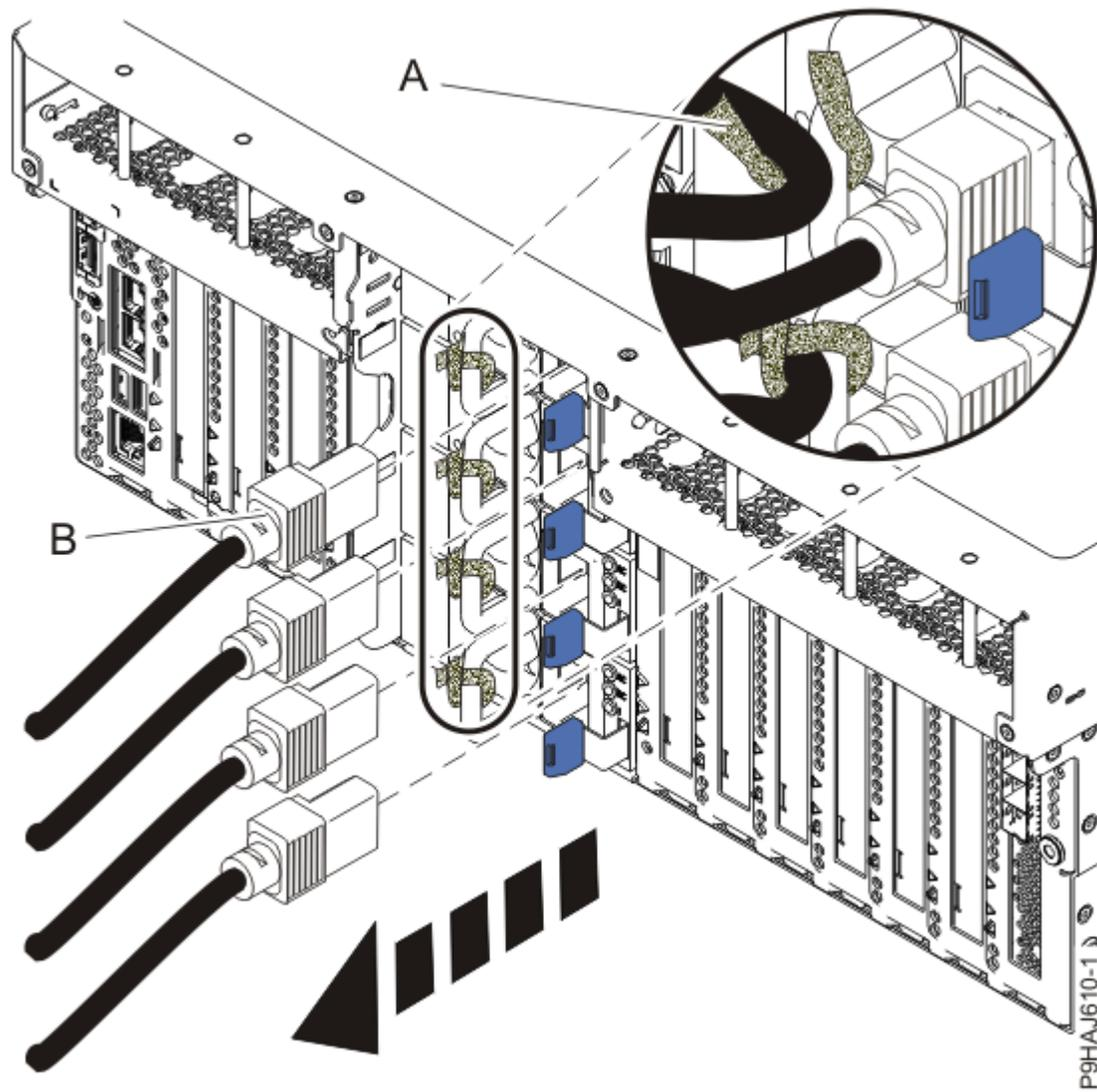

Figura 3. Extracción de los cables de alimentación de un servidor montado en bastidor
3. Etiquete y desconecte los cables de alimentación de la unidad del sistema. Consulte la Figura 3 en la página 4 o la Figura 4 en la página 5.